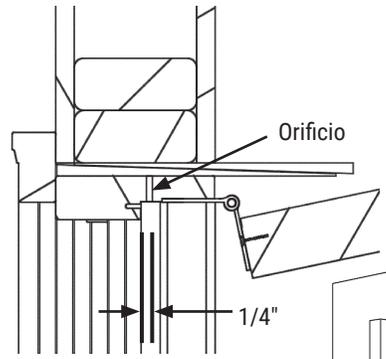
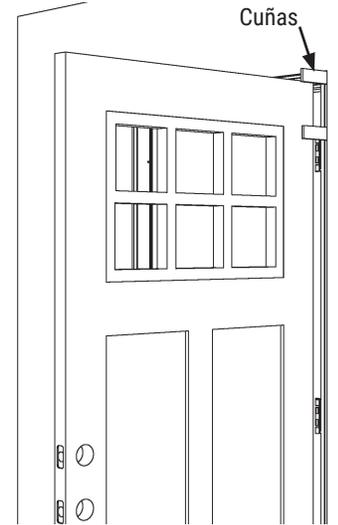
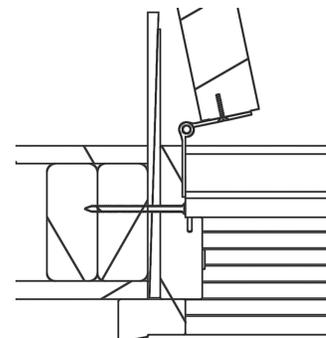
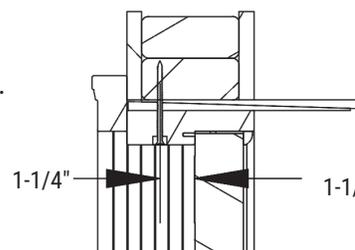

Figura 3b
Figura 3c
Figura 3d
Figura 3e
**MÉTODO UNO:** Abra la puerta y retire la tira climática de la jamba para minimizar el daño. Para cada jamba de bisagra o pestillo al lado de una abertura del marco, perforo dos orificios de 3/16". Ubique uno a 8" desde la parte superior y uno a 8" desde la parte inferior. Perfore los orificios a 1/4" desde el tope de la jamba (**Figura 3b**). Atornille los tornillos # 10 x 3" a través de los orificios en la jamba de la bisagra, dejando las cabezas de los tornillos 1/4" sobre la superficie de la jamba. Coloque cuñas adicionales directamente sobre los tornillos (**Figura 3c**). Asegúrese de que las cuñas nuevas estén ajustadas pero no doble la jamba. Vuelva a revisar la jamba de la bisagra para asegurarse de que aún esté a plomo. Termine de atornillar las cabezas de los tornillos a 1/16" por debajo de la superficie de la jamba para evitar dañar la puerta.
**MÉTODO DOS:** Abra la puerta y retire la tira climática de la jamba para minimizar el daño. Para cada jamba de bisagra o pestillo al lado de una abertura del marco, perforo dos orificios de 3/16". Ubique uno a 8" desde la parte superior y uno a 8" desde la parte inferior. Perfore los orificios a 1/4" desde el tope de la jamba (**Figura 3b**). Atornille los tornillos # 10 x 3" a través de los orificios en la jamba de la bisagra, dejando las cabezas de los tornillos 1/4" sobre la superficie de la jamba. Coloque cuñas adicionales directamente sobre los tornillos (**Figura 3c**). Asegúrese de que las cuñas nuevas estén ajustadas pero no doble la jamba. Vuelva a revisar la jamba de la bisagra para asegurarse de que aún esté a plomo. Termine de atornillar las cabezas de los tornillos al ras de la superficie de la jamba para evitar dañar la puerta (**Figura 3d**).
**MÉTODO TRES:** Para cada jamba del cristal al lado de una abertura del marco, perforo cuatro orificios de 3/16". Ubique el primero a 8" desde arriba y el segundo a 8" desde abajo. Separe los orificios a 1-1/4" de la superficie del cristal lateral (**Figura 3e**). Igualmente espacie dos orificios adicionales entre los dos primeros orificios. Solo en el lado de la bisagra, atornille los tornillos # 10 x 3" por los orificios. Coloque cuñas adicionales directamente encima de los tornillos. Asegúrese de que las cuñas nuevas estén ajustadas pero no doble la jamba (**Figura 3c**). Vuelva a revisar la jamba del cristal lateral para asegurarse de que todavía está a plomo. Termine de atornillar las cabezas de los tornillos ligeramente (1/16") debajo de la superficie de la jamba.
**MÉTODO CUATRO:** Para cada jamba del cristal al lado de una abertura del marco, perforo cuatro orificios de 3/16". Ubique el primero a 8" desde arriba y el segundo a 8" desde abajo. Separe los orificios a 1-1/4" de la superficie del cristal lateral (**Figura 3e**). Igualmente espacie dos orificios adicionales entre los dos primeros orificios. Solo en el lado de la bisagra, atornille los tornillos # 10 x 3" por los orificios. Coloque cuñas adicionales directamente encima de los tornillos (**Figura 3c**). Asegúrese de que las cuñas nuevas estén ajustadas pero no doble la jamba. Vuelva a revisar la jamba del cristal lateral para asegurarse de que todavía está a plomo. Ajuste las cuñas si es necesario. Termine de conducir las cabezas de los tornillos al ras de la superficie de la jamba.
**MÉTODO CINCO:** Estas jambas tienen perforaciones avellanadas. Perfore orificios de 3/16" a través de los avellanados según la **Figura 3f**. Solo en el lado de la bisagra, atornille los tornillos # 10 x 3" a través de los orificios. Coloque cuñas adicionales directamente encima de los tornillos (**Figura 3c**). Asegúrese de que las cuñas nuevas estén ajustadas pero no doble la jamba. Vuelva a revisar la jamba del cristal lateral para asegurarse de que todavía está a plomo. Atornille las cabezas de los tornillos a 1/4" por debajo de la superficie de la jamba para dejar espacio para el tapón del orificio (**Figura 3f**).